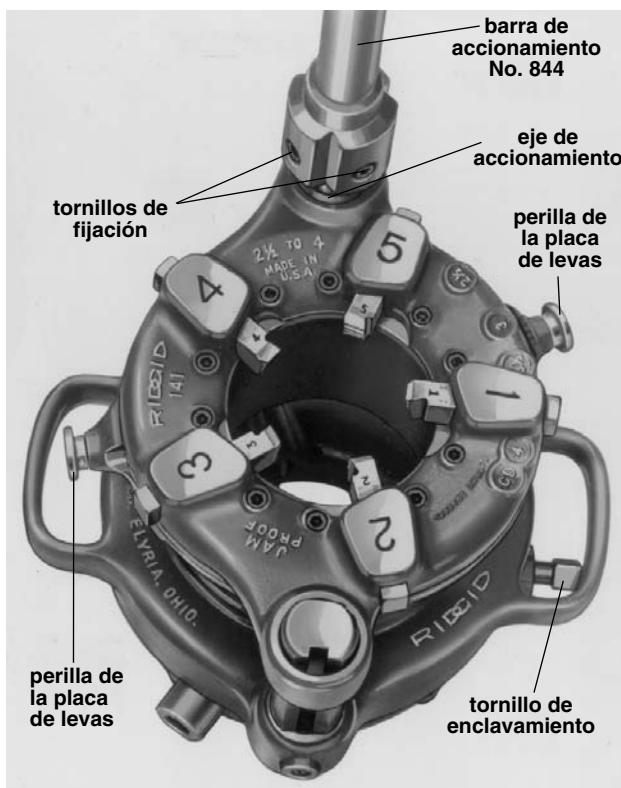

Figura 15 – Roscadora a Engranajes No. 141 con una barra de accionamiento No. 844 instalada (la Roscadora No. 161 es similar)
2. Tire de las perillas de la placa de levas (*Figura 15*) y gire la placa de levas hasta una de las marcas que señalan el tamaño de tubo deseado, en la parte superior del cabezal de terrajas. Suelte la perilla cuando los pasadores de ubicación caigan en los agujeros en la placa de selección.
2. Tire de las perillas de la placa de levas (*Figura 15*) y gire la placa de levas hasta la marca CD en la parte superior del cabezal de terrajas.
3. Extraiga el juego de terrajas desgastado (*Figura 15*) e introduzca un nuevo juego de terrajas.
1. Coloque la roscadora en el suelo o sobre un banco de trabajo con el eje de accionamiento apuntando hacia arriba. Instale la Barra de Accionamiento No. 844 en el eje de accionamiento de la roscadora y apriete los dos (2) tornillos de detención (*Figura 15*).
3. Afloje los dos (2) tornillos de fijación y desmonte el árbol universal de propulsión de la roscadora.
4. Para las Nos. 141 y 161: Afloje el tornillo de enclavamiento del sujetapiezas (*Figura 15*) y vuelva el sujetapiezas a la posición de OPEN (abierto).